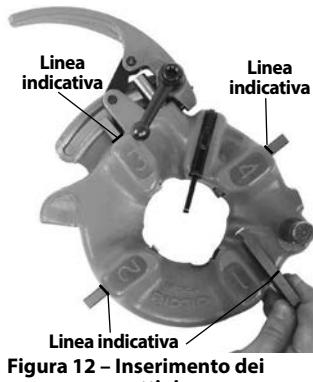

Figura 12 – Inserimento dei plettini
6. Inserire gli opportuni plettini nella testa portapettini con il margine numerato rivolto verso l'alto, fino a quando la linea dell'indicatore sarà a pari con il margine della testa portapettini (vedere Figura 12). I numeri sui plettini devono corrispondere ai numeri sulle fessure della testa portapettini. Sostituire sempre i plettini come set - non mescolare plettini provenienti da set diversi.